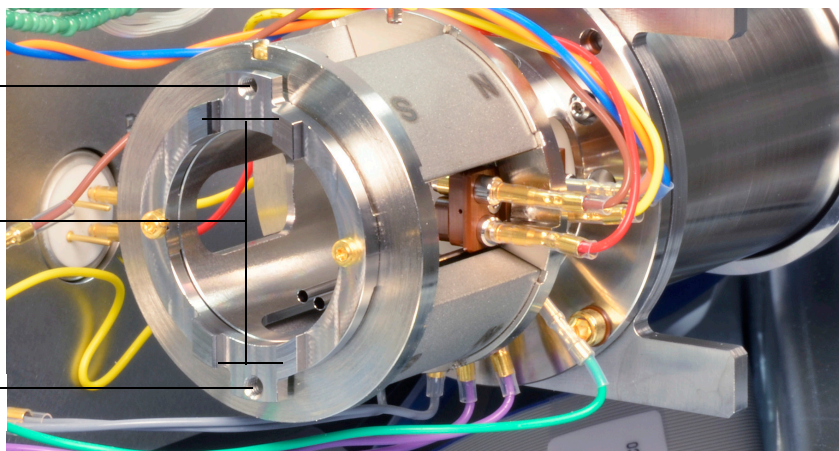

Figure 67. Le radiateur de la source EI HES
- 3 Aligner la source d'ions afin que l'ouverture fendue de l'ensemble lentilles, où les numéros de lentille sont visibles, se trouve sur le côté droit. La positionner également afin que les deux languettes de fixation du support de la source soient alignées sur les fentes correspondantes du radiateur de la source. (Voir **Figure 67**). Glisser la source dans le radiateur de la source jusqu'à ressentir une résistance.
- 6 Installer les vis moletées et les serrer à la main. Ne pas serrer les vis moletées trop fort. (Voir **Figure 67** page 228.)